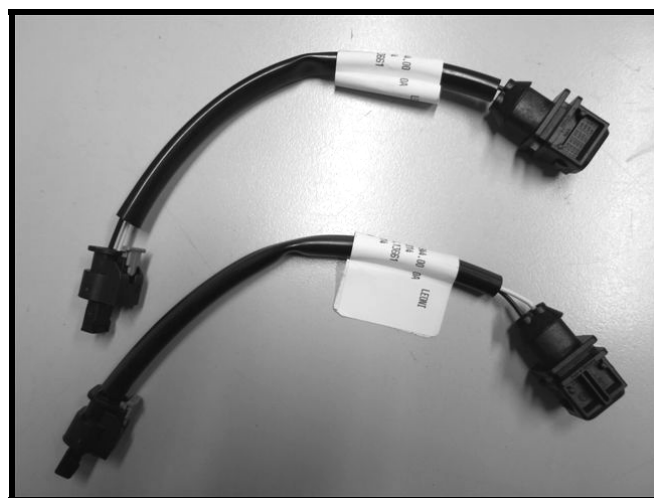

Abb. 11
- 5 In diesem Fall je eine TECHART Adapterleitung (Abb. 11) zwischen dem jeweiligen Taktventil und dem TECHART Kabelbaum montieren.